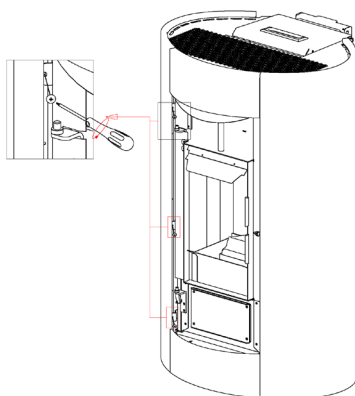
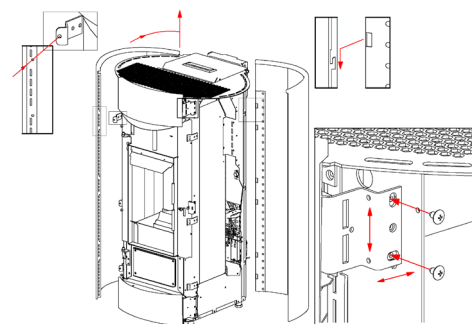

Fig. 44 - Tandem
Fig. 45 - Regelingen
- Voor de montage in omgekeerde zin te werk gaan. De frontpanelen kunnen zowel verticaal als horizontaal geregeld worden zodat ze overeenstemmen met de zijpanelen (zie **Fig. 44 op pag. 23** en **Fig. 45 op pag. 23**).